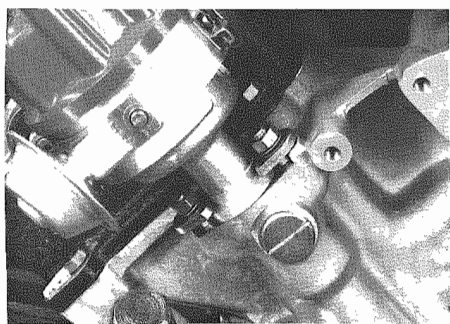

Fig. 1 - Controllo dell'anticipo fisso
- Controllare l'anticipo fisso (vedi pag. 2-1). La regolazione si effettua allentando la forchetta di **Fig. 1** e ruotando opportunamente lo spinterogeno.
- Check fixed advance (see page 2-1). To obtain the correct adjustment loosen fork of **Fig. 1** and rotate the ignition distributor.